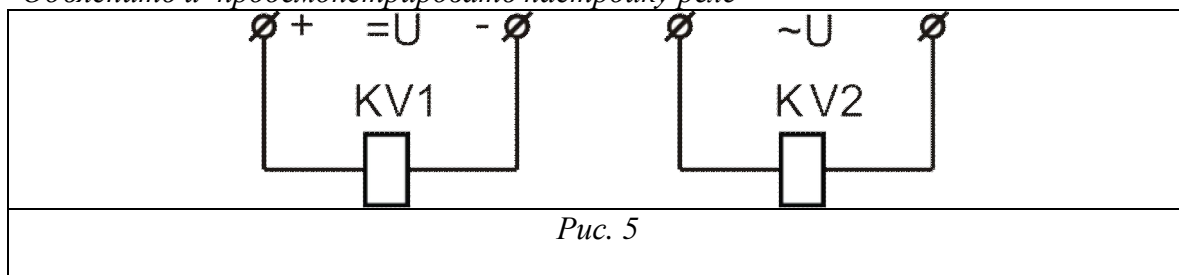

Рис. 5
6. Определить состав схемы (рис. 5), найти элементы на щите. Собрать схемы, включая поочередно реле постоянного и переменного тока. Определить токи